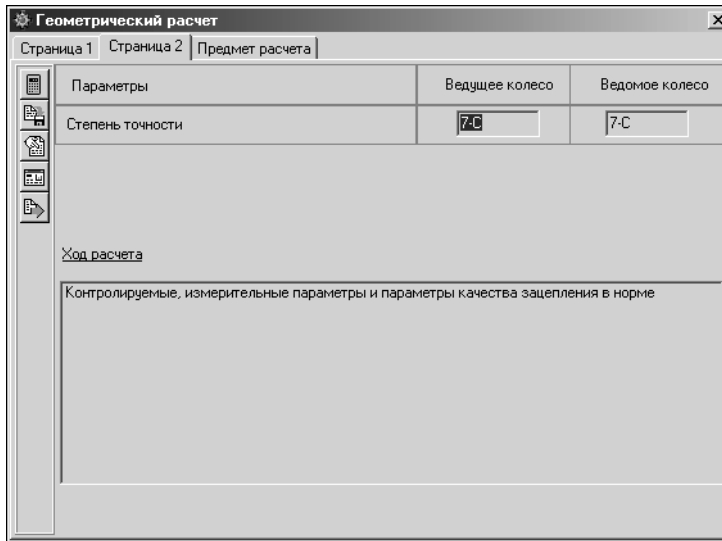

Рис. 11.4.
2. Введите степень точности зубчатых колес на вкладке **Страница 2** (рис. 11.4).